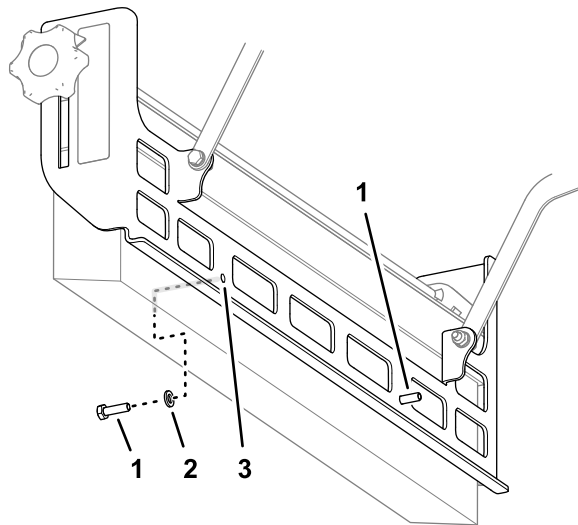

Figure 10
1. Insérez une vis (6 x 20 mm) assortie d'une rondelle (6 mm) dans le trou sur le support de montage de la brosse (Figure 10).
2. Insérez l'autre vis (6 x 20 mm) assortie d'une rondelle (6 mm) dans l'autre trou sur le support de montage de la brosse (Figure 10).